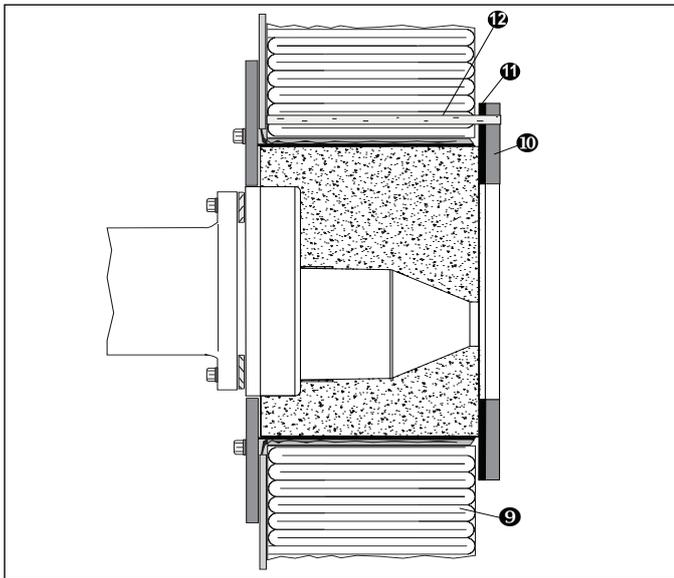

Figura 3.5
- Para aplicaciones que superan los 2 200 °F (1200 °C), instale una protección de fibra 11 adecuada para la temperatura del diseño del horno tal como se ilustra en la figura 3.5.
- Fije el protector 11 a la tobera refractaria ⑥ y el revestimiento de fibra ⑨ con una alta temperatura, el cemento refractario con aire 12 y los dispositivos de fijación cerámicos 13.